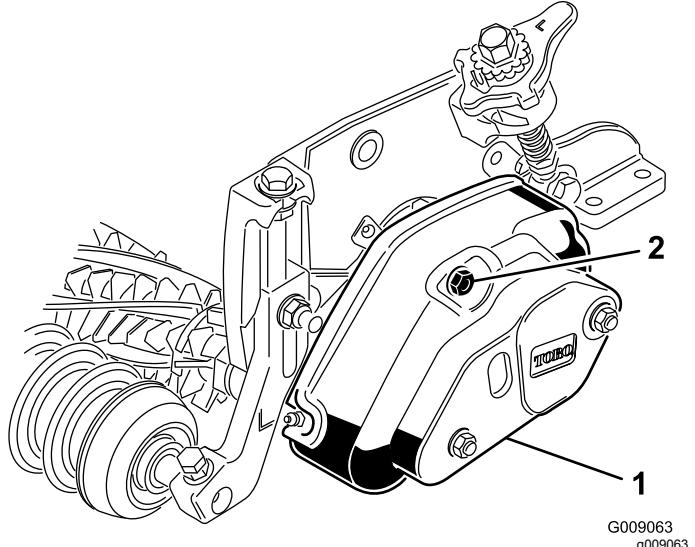

Figura 20
- Togliete i 2 dadi di montaggio del groomer e togliete il carter (Figura 20).